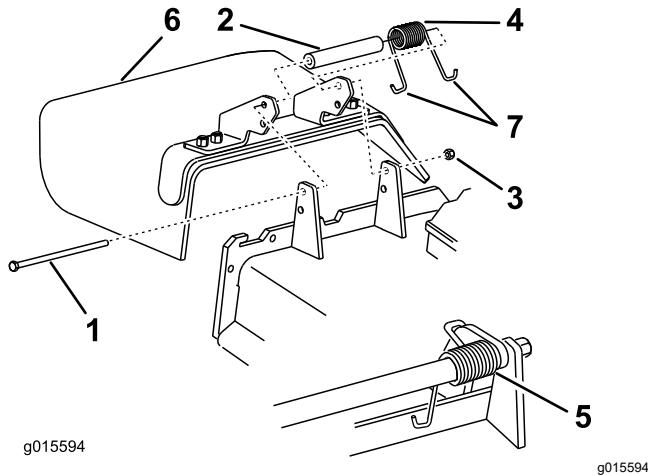

Figure 5
1. Retirez le contre-écrou, le boulon, le ressort et l'entretoise qui fixent le déflecteur aux supports de pivot (Figure 5).
2. Déposez le déflecteur d'herbe (Figure 5).